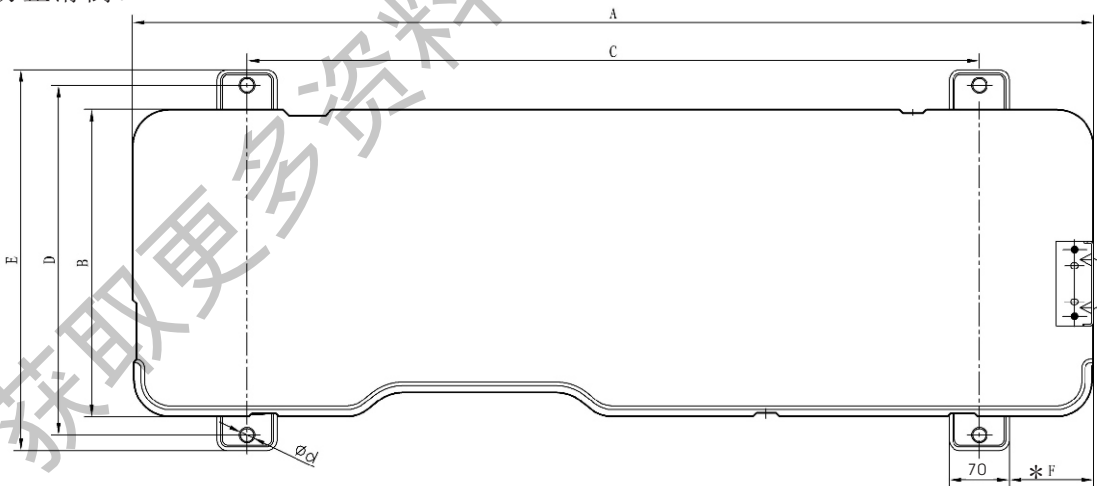

图5.1 地脚螺栓的位置
- (1) 使用地脚螺栓紧固室外机，使用附件提供的垫圈将室外机紧固到地脚螺栓上。
- (2) 当使用地脚螺栓紧固室外机时，紧固孔的位置如图5.1所示。